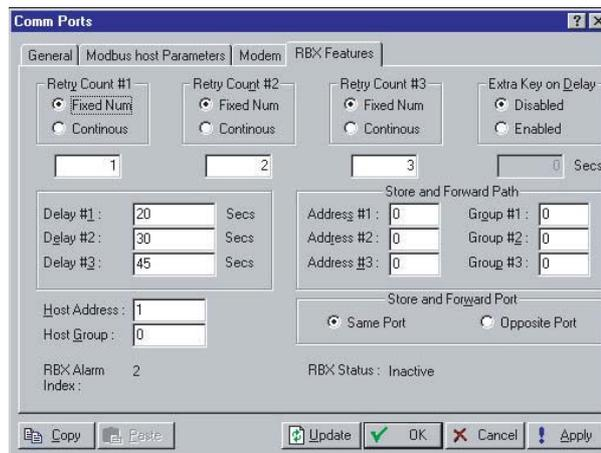

Figura 8-8. Recursos do RBX
5. Clique na guia **RRX Features**. Consulte a Figura 8-8.